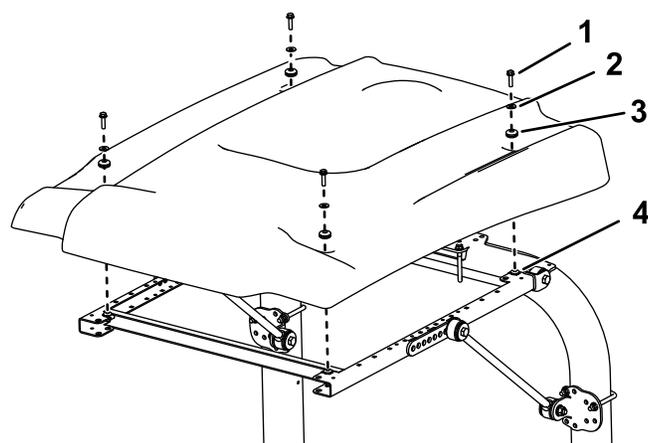

図 46
- 図 46 に示すようにサンシェードをフレームに載せて、取り付け穴を整列させる。
- サンシェードの各コーナー部をフレームに仮止めするフランジヘッドボルト $\frac{5}{16}$  x  $\frac{1}{4}$ " 1本、小さいワッシャ1枚、ハトメ 1 個を使用する図 46。